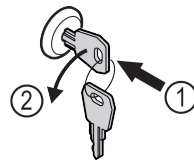

Fig. 160
- ▶ Вдавити ключ. Fig. 160 (1)
- ▶ Повернути ключ на 90° проти годинникової стрілки. Fig. 160 (2)